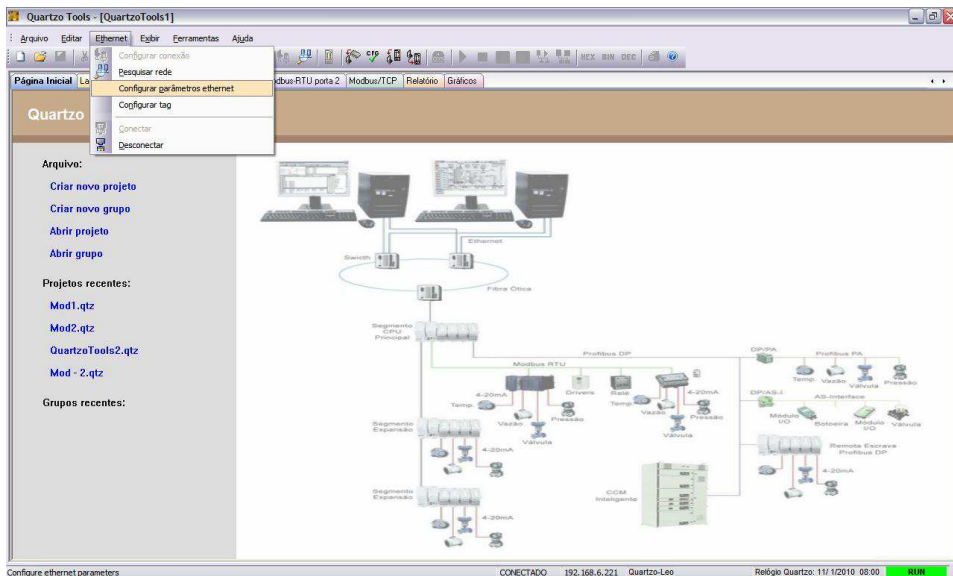

Figura 20 - Mudar o IP do Quartzo (a)
- 4• Uma vez conectado, clique no menu Ethernet->Configurar Parâmetros ethernet (Figura 20);